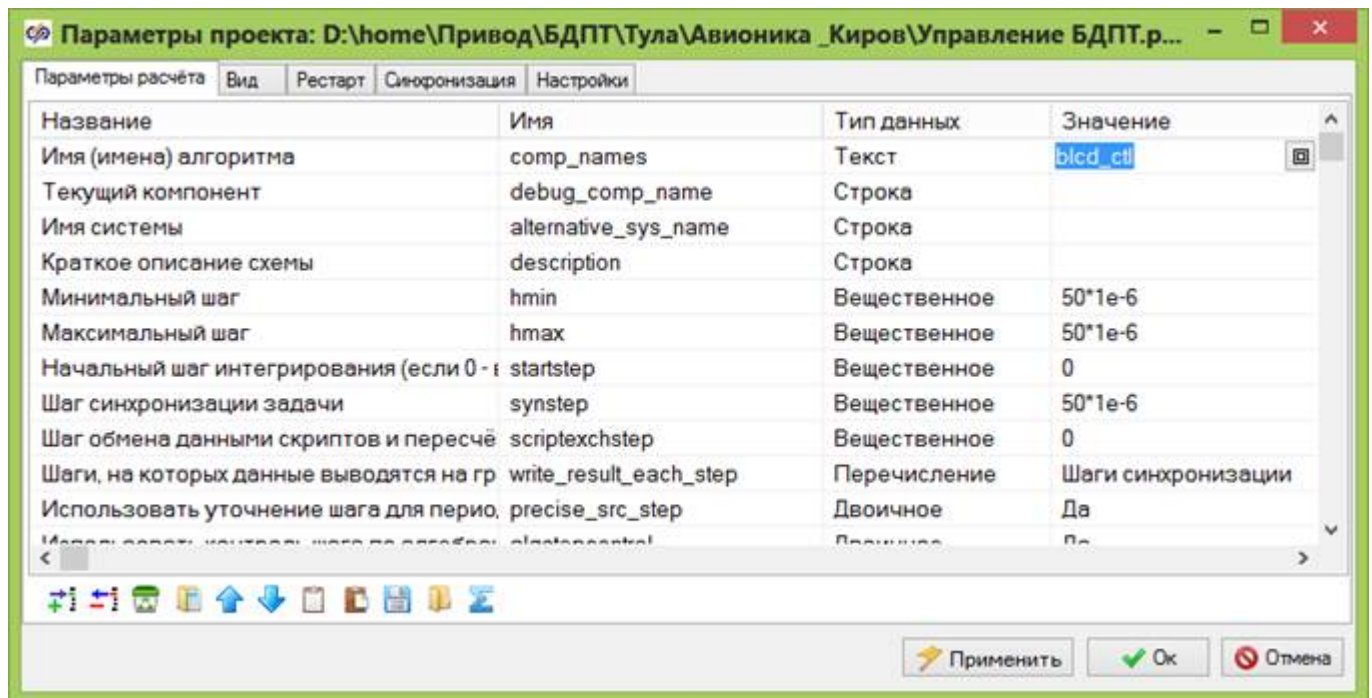

Рисунок 2. Редактирование имени алгоритма на вкладке «Параметры расчёта» окна параметров проекта
3. В появившемся окне параметров проекта перейдите на вкладку **Параметры расчёта**. Для свойства **Имя (имена) алгоритма** определите уникальное имя, которым будет обладать алгоритм, находящийся в данном проекте (*Рисунок 2. Редактирование имени алгоритма на вкладке «Параметры расчёта» окна параметров проекта* на странице 5).